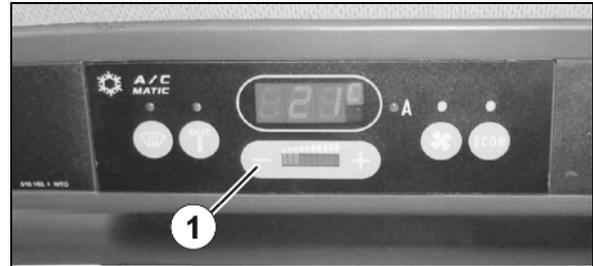

Fig. 194
1. Haube (Fig. 194/1) vom Kabinendach abschrauben.